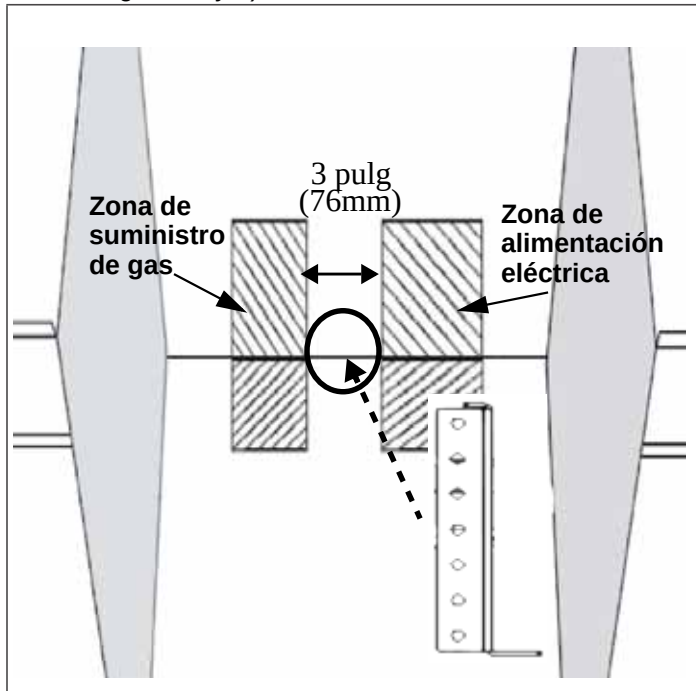

FIGURA 8: UBICACIÓN PARA LA INSTALACIÓN DEL DISPOSITIVO ANTIVUELCO
- Coloque el soporte en el piso, cerca del centro del sitio donde se instalará el aparato (ilustrado en la figura 8).